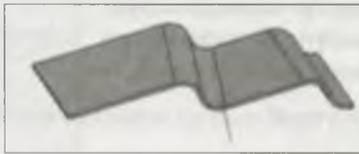

Рис. 29.19. Варианты создания подсечки по линии и по ребру
- ◆ нажмите кнопку **Создать объект** для завершения построения и кнопку **Завершить** для выхода из команды. В графической области у вас должно получиться как на рис. 29.19, а в **Дереве** модели появился элемент **Подсечка** со своей пиктограммой.